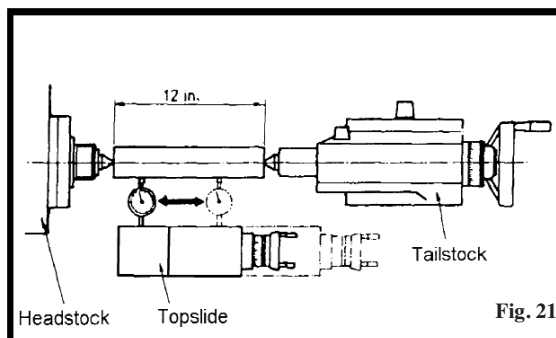

Fig. 21
1. Monter en 12" massiv stålstang mellem pinoler på spindeldokken og pinoldokken (se Fig. 21).